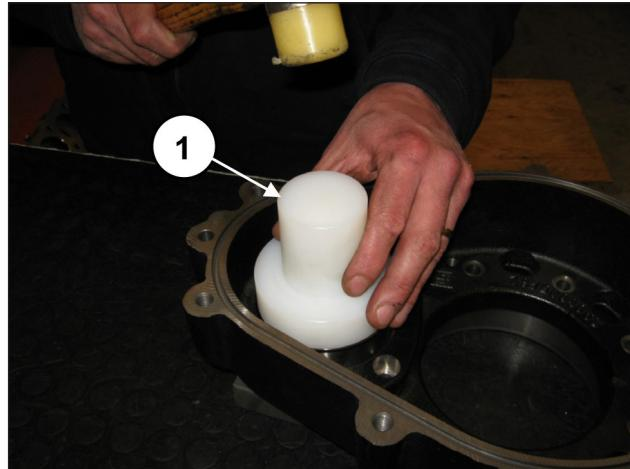
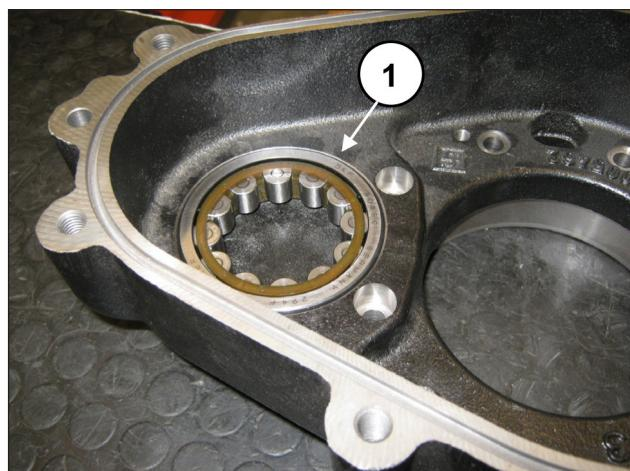

Fig. 53
Fig. 54
Premontar la anilla externa del cojinete del piñón en la caja del reduedor utilizando la herramienta cód. 27604900 (pos. ①, Fig. 53) para introducirla a fondo (pos. ①, Fig. 54).